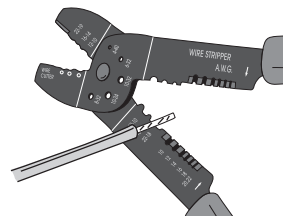

figure 7
1. Strip wires over 1 cm (½ inch) **(figure 7)**.
Dénuder les fils sur une longueur de 1 cm (½") **(figure 7)**.